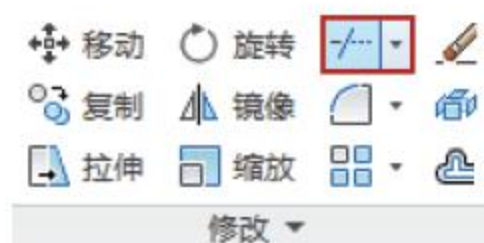

图4-79 单击按钮
- 功能区：在【默认】选项卡中，单击【修改】面板中的【修剪】按钮，如图4-79所示。